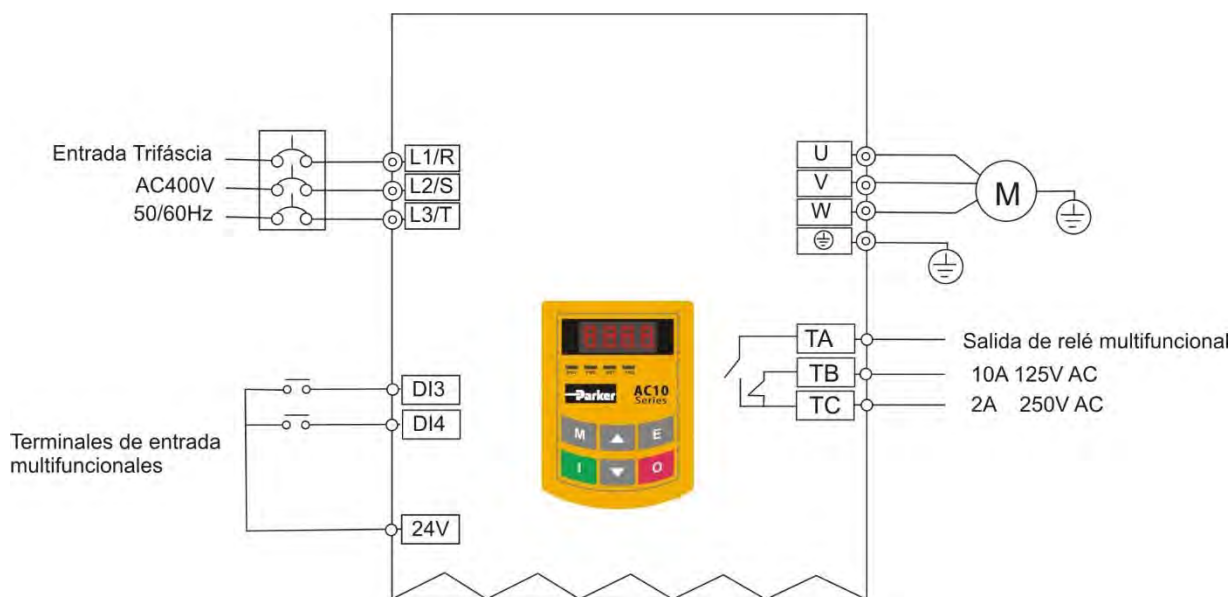

Figura 8-2 Diagrama de cableado 2
- i. Conecte los cables según la **Figura 8-2**. Después de comprobar que la conexión es correcta, encienda el interruptor de aire y el inversor;